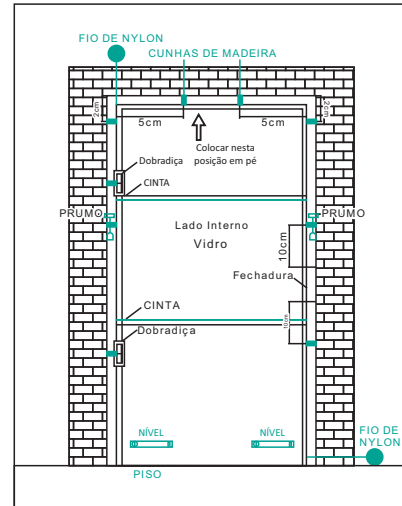

Figura 5 - Detalhe do estudo de nível.
- Verificar nível e prumo da esquadria, conforme figura 5.